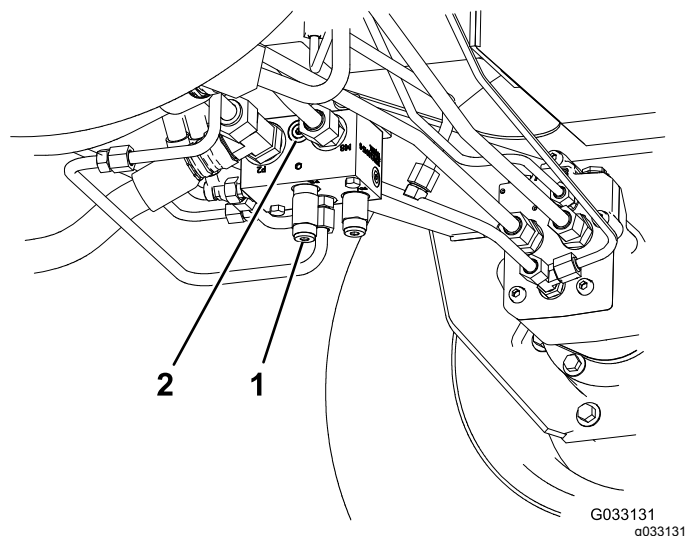

Рисунок 38
1. Установите диагностический штуцер в немаркированное отверстие, расположенное между отверстиями M8 и P2 в заднем тяговом коллекторе (Рисунок 38).